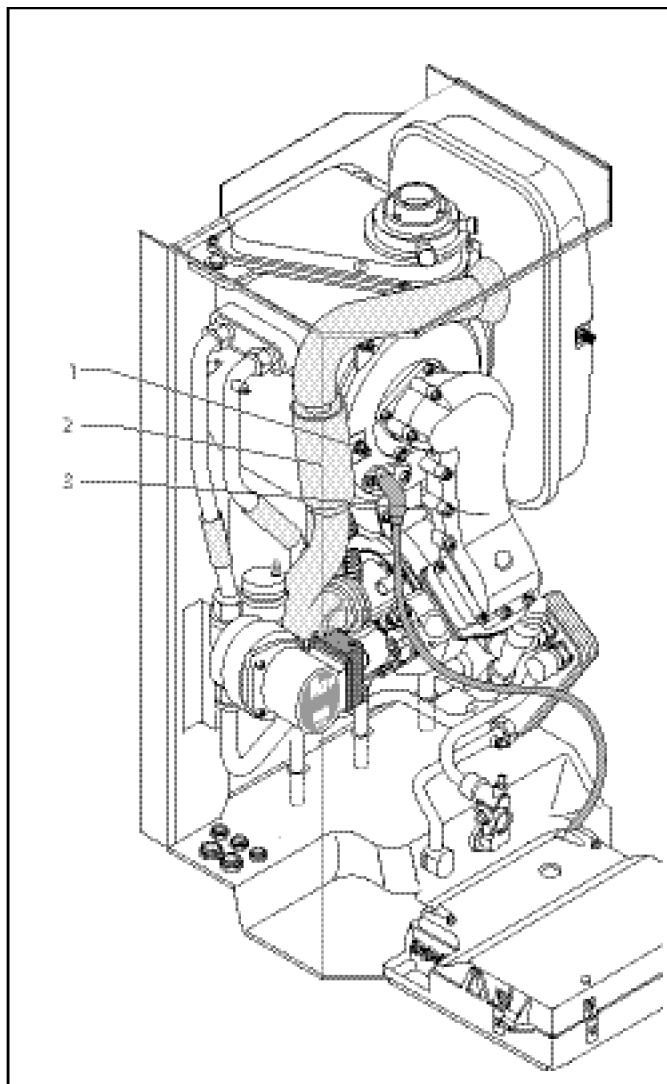

Рис. 8.14 Первичный теплообменник
- Отсоедините аппарат от сети как описано в п. 8.2.1 (см. рис. 8.14 и 8.15) и закройте газовый кран
- Отвинтите винт (1) и демонтируйте трубу всаса воздуха (2)
- Демонтируйте компактный термомодуль (3) как описано в п. 7.2.1
- Выньте арретиры (4) для крепления сифона (5) и отсоедините резьбовые соединения сифона, снимите сифон, отсоединив его от первичного теплообменника
- Отсоедините фитинг обратного трубопровода (6) и фитинг подающего трубопровода (7) от первичного теплообменника
- Отвинтите винты (8) на первичном теплообменнике и выньте первичный теплообменник из аппарата